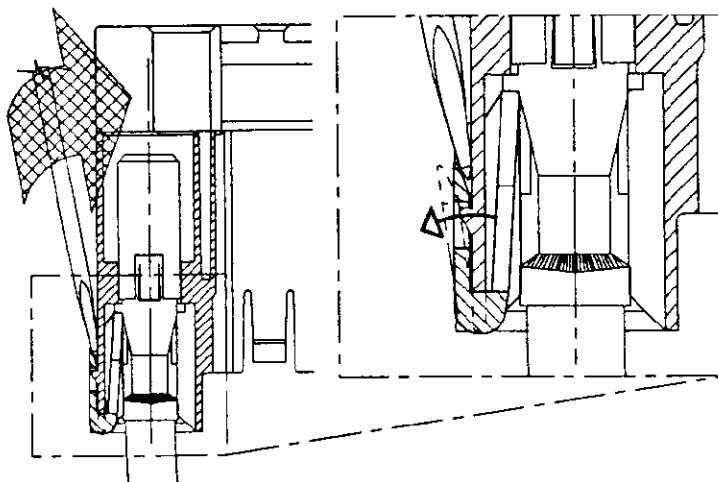

FIG. 16
1) Insert the screwdriver tip or similar tool in the opening of the secondary lock and lever until it is completely unhooked (see Fig. 16)
1) Inserire la punta di un cacciavite o attrezzo simile in corrispondenza della finestrella dell'aggancio secondario facendo leva fino al suo completo sgancio (vedi Fig.16).